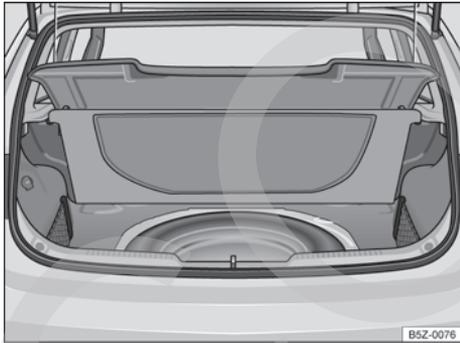

Fig. 155 En el maletero, debajo de la moqueta: rueda de emergencia y herramientas de a bordo.
Las herramientas de a bordo y la rueda de emergencia están ubicadas en el maletero, debajo de la moqueta ⇒ fig. 155.
- Levante el revestimiento del maletero ⇒ fig. 155.